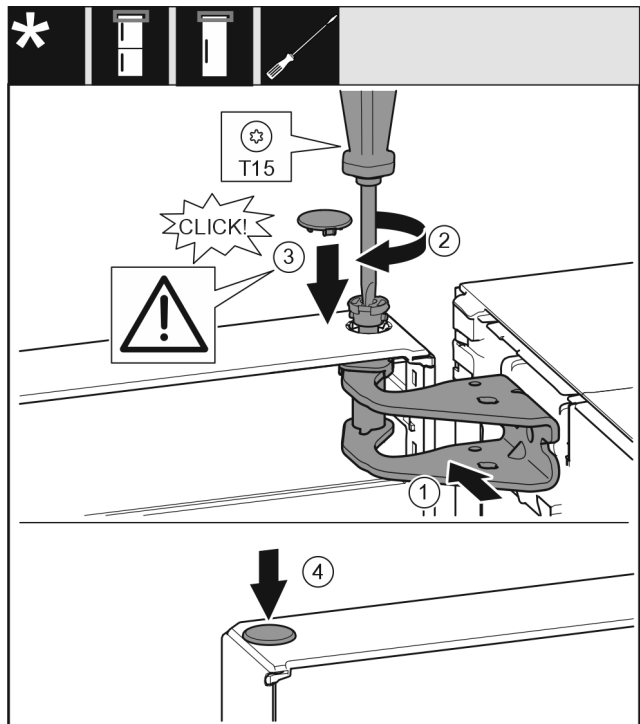

Fig. 22
- ▶ Igazítsa be az ajtót felül a csapágybak nyílásához. Fig. 22 (1)
- ▶ Helyezze be a csapot, és húzza meg a T15 csavarhúzóval. Fig. 22 (2)
- ▶ Szerelje fel az ajtót biztosító biztonsági fedelet: Helyezze be a biztonsági fedelet, és ellenőrizze, hogy felfekszik-e az ajtóra. Egyébként teljesen helyezze be a csapszeget. Fig. 22 (3)
- ▶ Helyezze be a dugót. Fig. 22 (4)